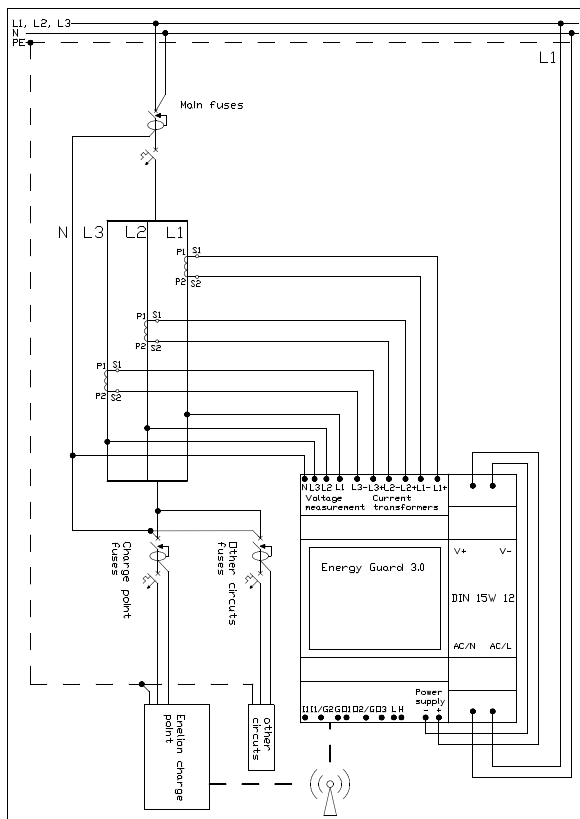
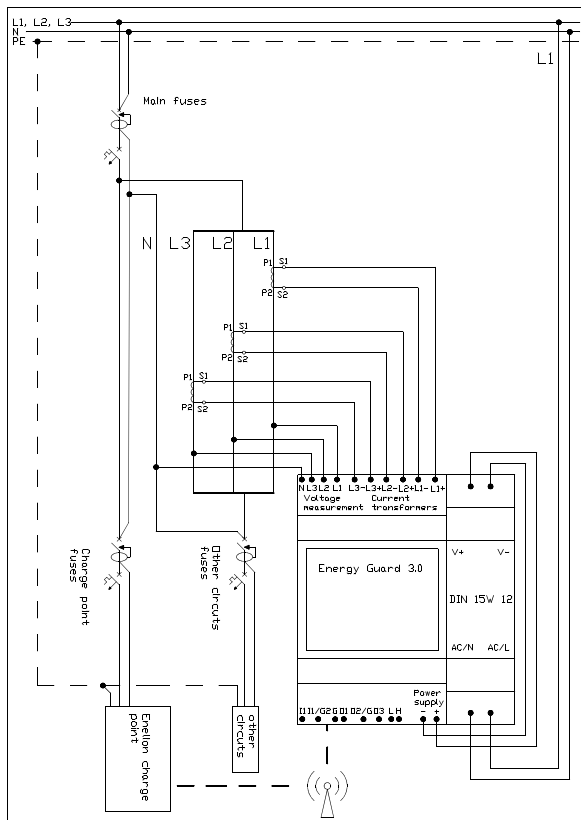

Abb. 3: Anschlussschema des EEG zur Messung der gesamten Verbindung samt Ladestationen
Abb. 4: Anschlussschema des EEG zur Lastmessung ohne Ladestationen.
Der Installationsort der Messwandler kann frei gewählt werden. Sie können an den Stromkabeln installiert werden, die den Gebäudeverbraucher und die Ladestationen versorgen [Abbildung 3] oder an den Stromkabeln, die nur den Gebäudeverbraucher versorgen [Abbildung 4].
Die erste Methode besteht darin, sie an den Hauptstromkabeln zum Verteiler zu installieren. Dadurch misst EEG den Strom für die gesamte Verbindung [Abbildung 3].
Die zweite Möglichkeit besteht darin, sie an den Stromkabeln zu installieren, die andere Verbraucher versorgen (mit Ausnahme der Ladestation ENELION LUMINA) [Abbildung 4].
1. „Alle Stromgeräte“, wobei die gesamte Verbindung einschließlich der Ladestationen gemessen wird [Abbildung 3].
2. „Stromversorgung ohne Ladenetz“, wobei der Anschluss ohne Ladestationen gemessen wird [Abbildung 4].